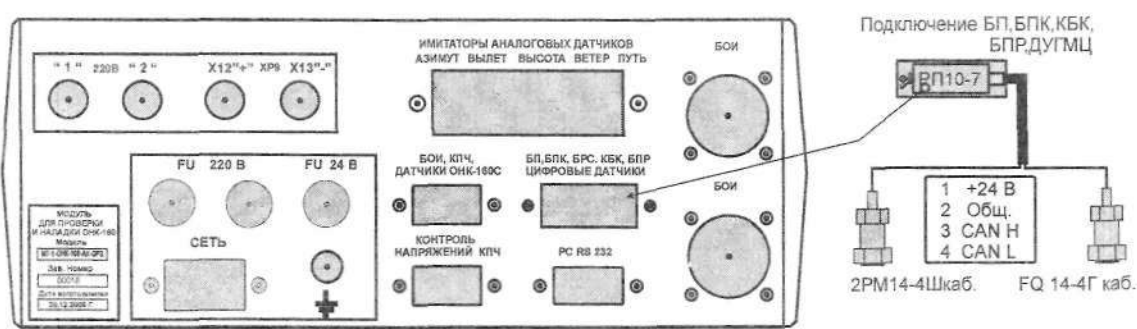

Рис. 2.9. Подключение ДДЦ
6.2.1. Датчик давления цифровой ДДЦ. Подключить ДДЦ к модулю согласно рис.2.9., используя кабель с маркировкой «цифровые датчики» или в разъём с маркировкой «БОИ.КПЧ. Датчики ОНК-160С». Подключить компьютер, используя кабель «PC порт COM» или «PC порт USB». Установить тумблер «Упит.датчиков». В положение «5 В». Включить модуль, установив тумблер «сеть» в положение «вкл». Включить компьютер. Далее действовать по инструкции НПКУ.404176.019 И1